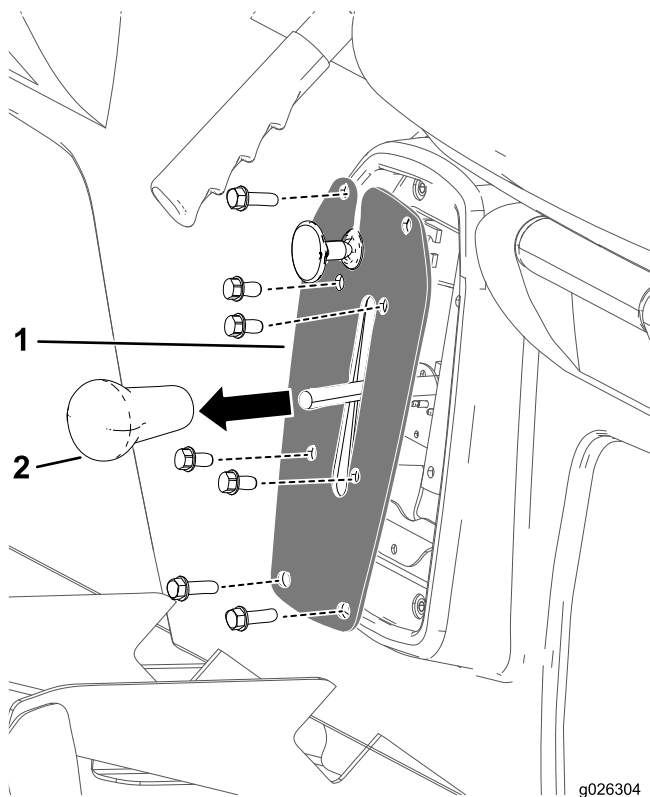

図 42
1. ギアシフトレバーからノブを外す 図 42。
2. シフタープレートをシフターブラケットに固定しているボルト4本を外す 図 42。
3. シフタープレートをシートベースに固定しているボルト4本を外してシフタープレートを外す 図 42。
- ギアシフトレバーにシフトノブを手締めで取り付ける 図 42。